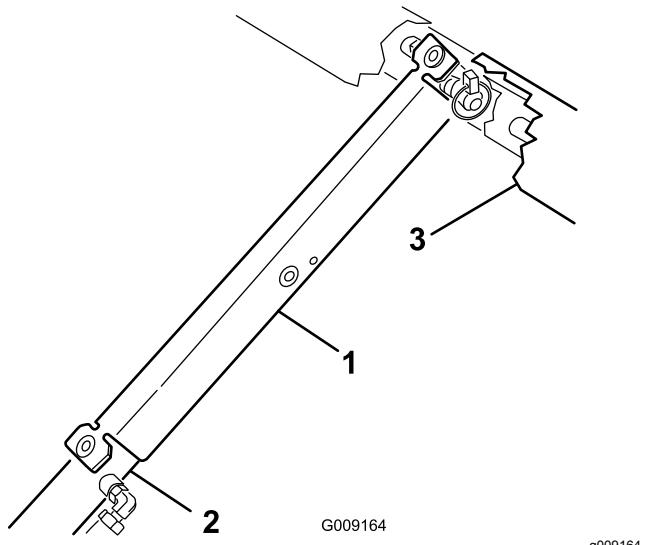

Figure 15
10. Poussez la béquille de sécurité sur la tige du vérin et appuyez bien les pattes d'extrémités contre l'extrémité du corps du vérin et l'extrémité de la tige du vérin (Figure 15).